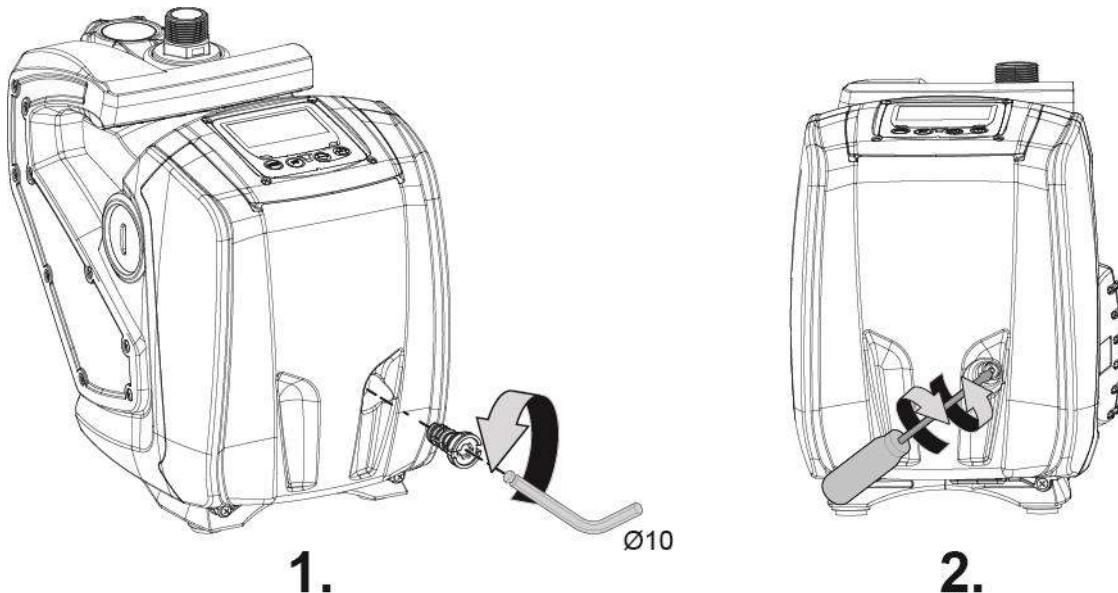

Fig. 9
1. Använd en 10 mm sexkanthävare och ta bort pluggen för att komma åt motoraxeln (fig. 9).
2. För in en spårskruvmejsel i spåret på motoraxeln och vrid i båda rotationsriktningarna (fig. 9).